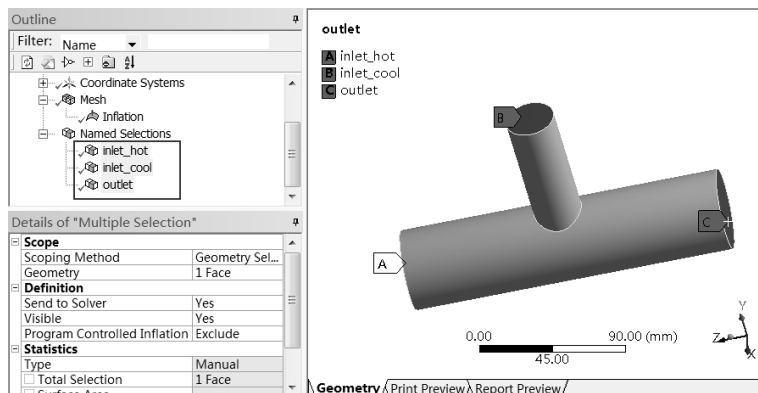

图 17-16 截面命名（2）
Step7：同理，将其他两个截面分别设置为 inlet_cool 和 outlet，如图 17-16 所示。